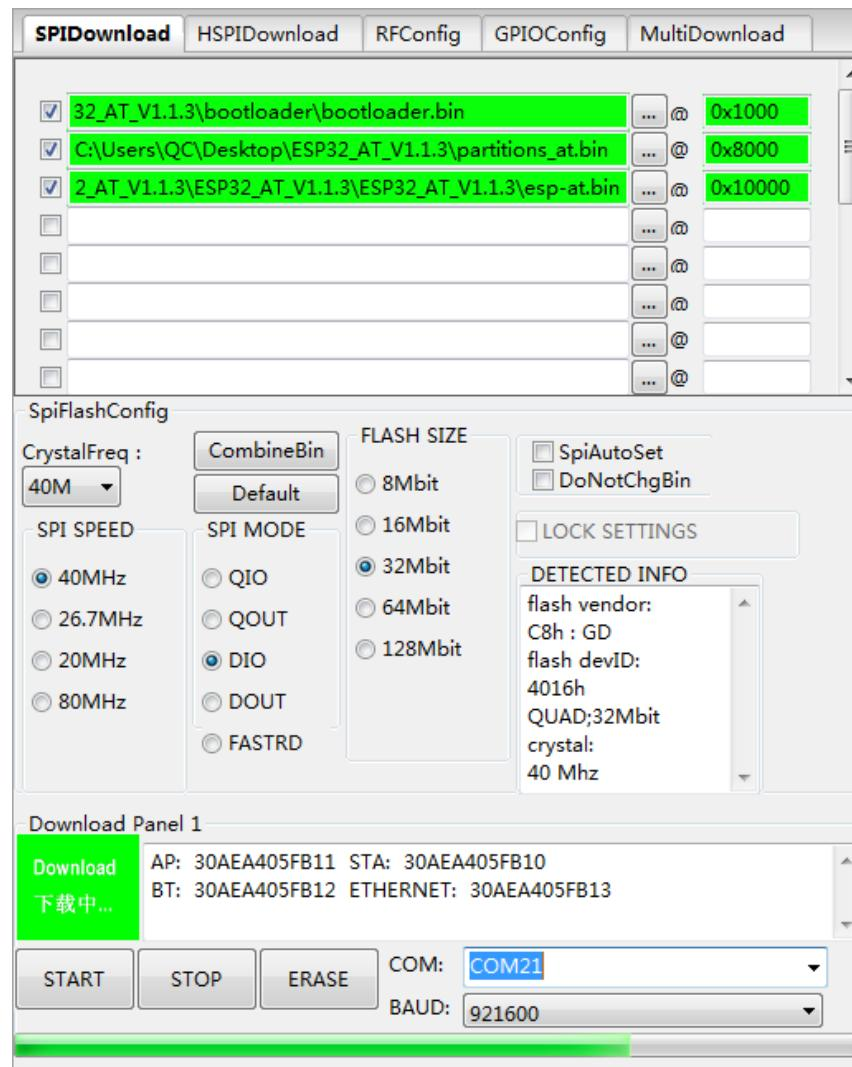

图 4-3. 正在下载
3. 点击 **START** 开始下载。下载过程中，下载工具会读取 flash 的信息和芯片的 MAC 地址，如图 4-3。